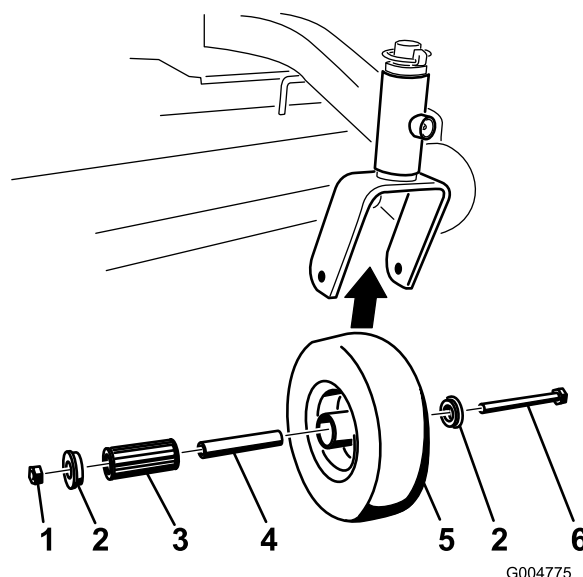

Figure 42
- Enlevez le contre-écrou et le boulon de fixation de la roue pivotante à la chape (Figure 42).
- Enlevez une bague, puis sortez la douille pour clé et le roulement à rouleaux du moyeu de roue (Figure 42).
3. Enlevez l'autre bague du moyeu, puis nettoyez la graisse et les saletés éventuellement présentes dans le moyeu (Figure 42).
4. Examinez l'usure du roulement à rouleaux, des bagues, de la douille pour clé et de l'intérieur du moyeu. Remplacez les pièces endommagées ou usées (Figure 42).
5. Pour le remontage, placez une bague dans le moyeu de la roue. Lubrifiez le roulement à rouleaux et la douille pour clé, et insérez-les dans le moyeu. Mettez la deuxième bague dans le moyeu (Figure 42).
6. Montez la roue pivotante dans la chape à l'aide du boulon et du contre-écrou. Serrez le contre-écrou jusqu'à ce que la base de la douille pour clé soit en appui contre l'intérieur de la chape (Figure 42).